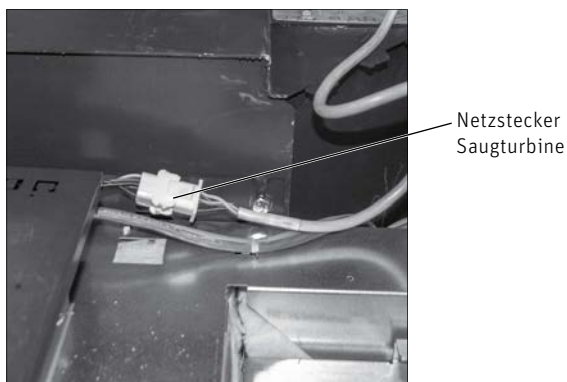

Fig. 47 Netzstecker Saugturbine anstecken
- Netzstecker von Saugturbine anstecken – Fig. 47.